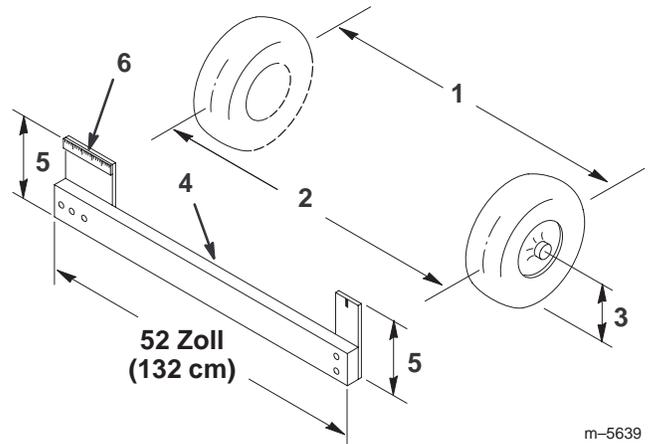

Bild 36
2. Messen Sie den Abstand zwischen beiden Vorderrädern auf Achshöhe (an der Vorder- und Rückseite der Vorderräder) (Bild 36). Eine Messlehre wird für das hintere Maß der Vorderräder auf Achshöhe erforderlich. Benutzen Sie das gleiche Maß für das genaue Vermessen der Vorderseite der Vorderräder auf Achshöhe (Bild 36).